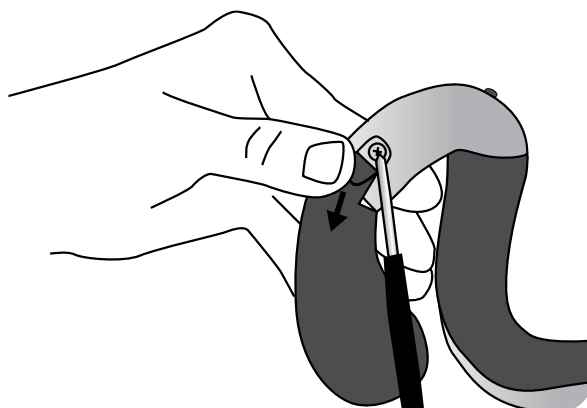

Figura 6-2 - Fissaggio dell'unità tenere all'ortosi
4. serrare la vite dell'unità tenere. La vite assicura il posizionamento dell'unità tenere e crea il contatto elettrico tra l'unità tenere e l'ortosi (Figura 6-2);